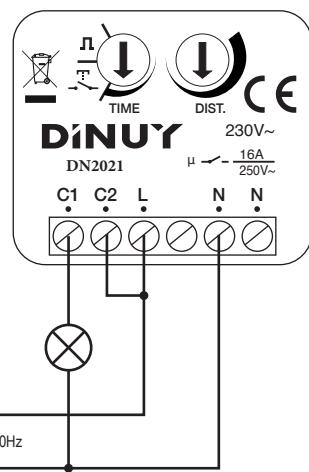

Fig. 3
- Fig. 3: using the output to switch a 230V load.
- Fig. 3: utgangen benyttes for 230 V laster.